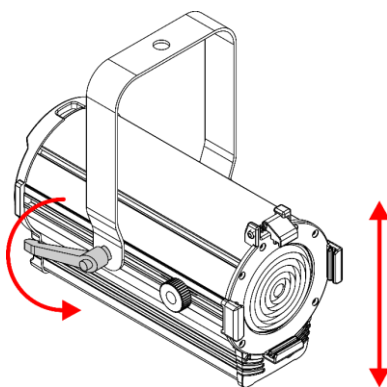

Abb. 01
01) Drehen Sie den **Einstellhebel (06)** gegen den Uhrzeigersinn, um ihn zu lösen.
02) Kippen Sie den Scheinwerfer in die gewünschte Position (Abb. 01).
03) Drehen Sie den **Einstellhebel (06)** im Uhrzeigersinn wieder fest. Stellen Sie sicher, dass sich der Scheinwerfer nicht frei bewegen kann, wenn der **Einstellhebel (06)** angezogen ist.